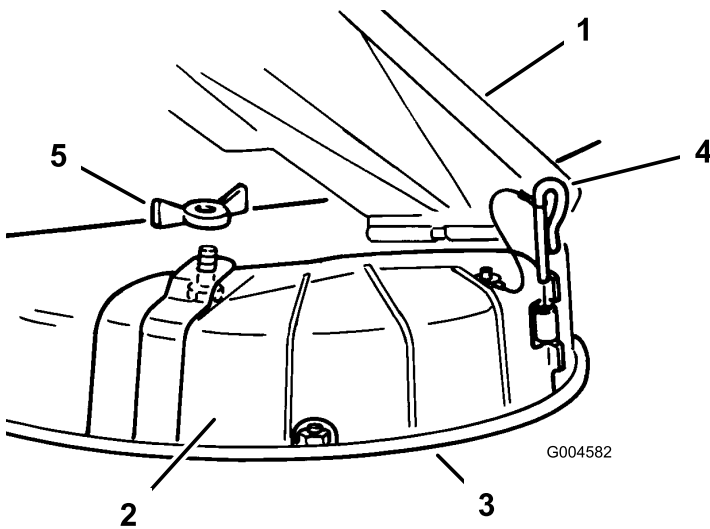

Figura 24
- Retire a porca de orelhas e o parafuso que fixam a cobertura no lugar (Figura 24). Guarde todas as peças para utilizar futuramente.
4. Retire o pino da dobradiça que fixa a cobertura à plataforma (Figura 24).
3. Levante o deflector de relva e coloque a cobertura de descarga por cima da abertura no rebordo inferior no cortador e deslize-o para a dobradiça frontal (Figura 24).
4. Faça deslizar o pino da dobradiça pela dobradiça (Figura 24).
5. Fixe a cobertura de descarga ao cortador com a porta de olhelas (Figura 24).